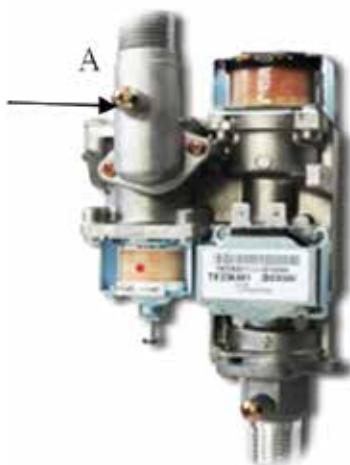

Рисунок 14. Газовый узел
- Открутить винт с уплотнением из патрубка замера вторичного давления «A» (рис.14);
- Подключить манометр для измерения давления газа к патрубку «A» (рис. 14);